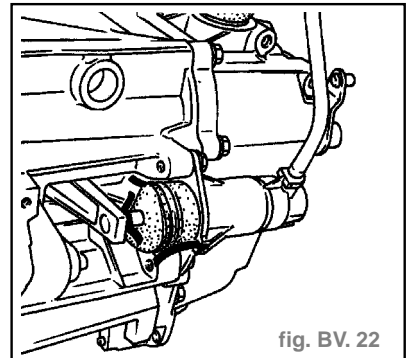

fig. BV. 22
- le récepteur d'embrayage, (fig. BV. 22)